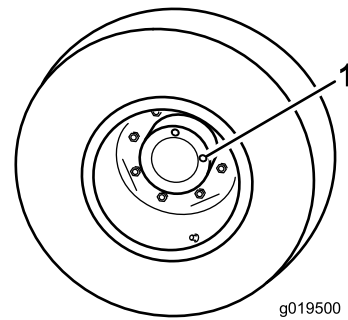

Figure 57
1. Amenez la machine sur une surface plane et horizontale, tournez la roue de sorte à placer un bouchon de contrôle à la position 12 heures et l'autre à la position 3 heures (Figure 57).
1. Bouchon de contrôle/vidange (2)
2. Retirez le bouchon qui est à la position 3 heures (Figure 57).